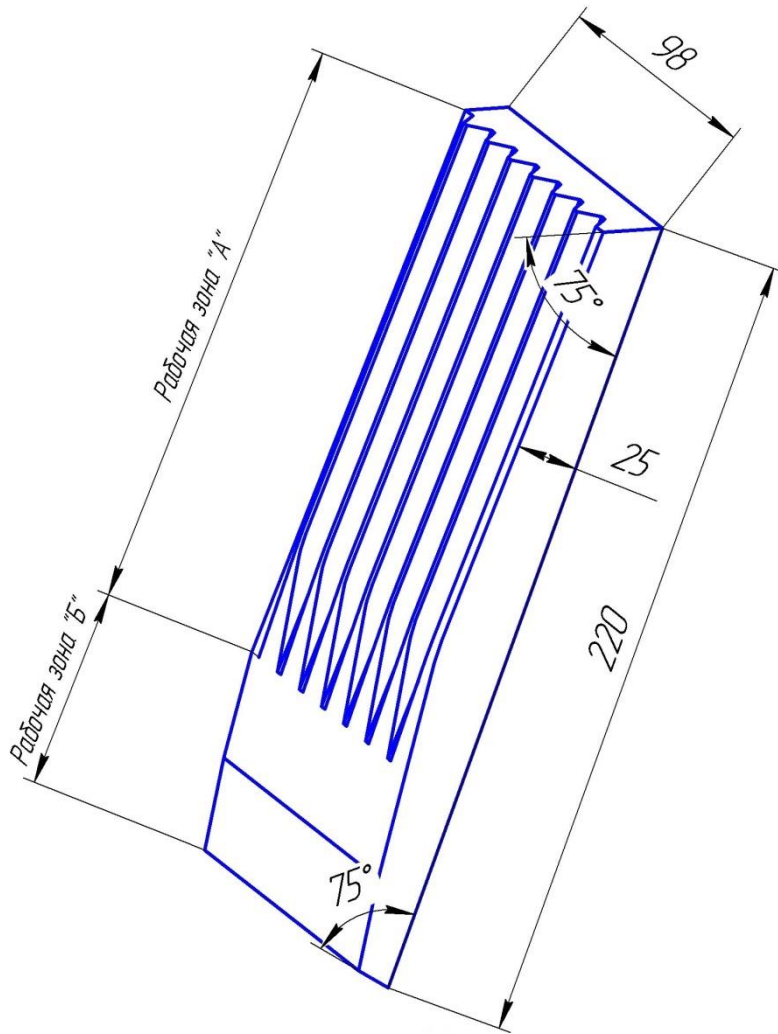

Рис. 2 Щека ЩД 6
3.1.1. Замена неподвижной щеки 8 (Рис. 2):